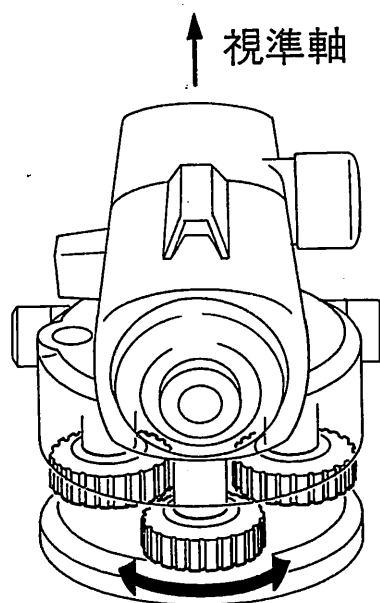

図6.4
- 2) 視準軸に近い整準ねじ1ヶを左右それぞれ $\frac{1}{8}$ 回転し、十字線の動きを見て下さい。(図6.4)